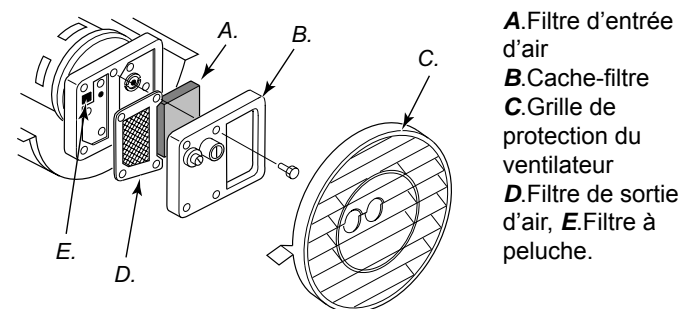

Figure 17 – Filtres de sortie d'air, d'entrée d'air et à peluche, Modèles 29 KW e 44 KW.
3. Enlever les flexibles des conduites de combustible et d'air du gicleur (voir figure 17, 18 ou 19).